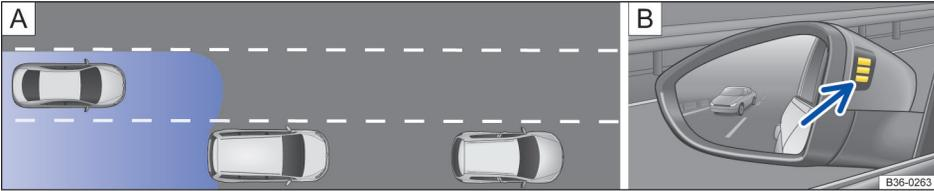
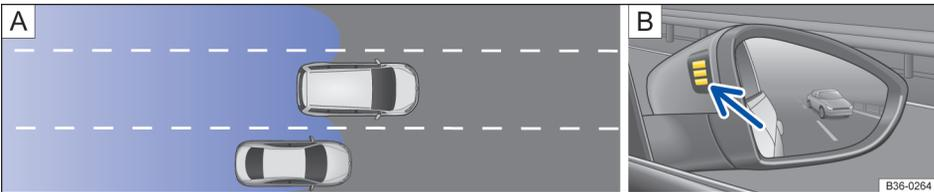

图 160 原理图：(A)：后方有车超车的行驶状况。(B)：左侧车外后视镜上的图示显示
图 161 原理图：(A)：超车和并道的行驶状况。(B)：右侧车外后视镜上的图示显示
在下列行驶状况下，车外后视镜中会亮起显示→图 160(B) (箭头)或→图 161(B) (箭头)：
- 当另一辆汽车正在超越本车时→图 160 (A)。
- 在以约 10 km/h (6 mph) 的速度差超越另一辆汽车时→图 161 (A)。在明显快得多的超车过程时不会出现显示。